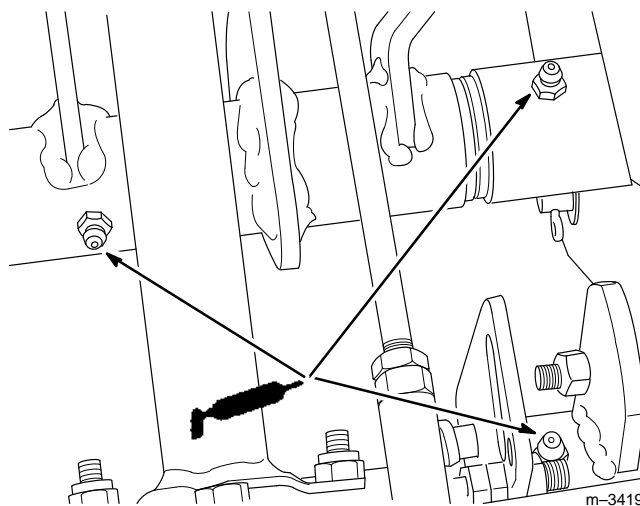

Figure 31
4. Lubrifier les trois graisseurs (Fig. 31).